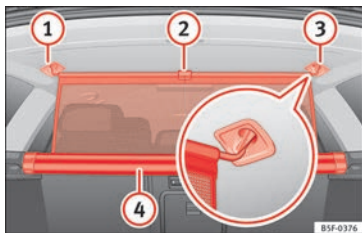

Fig. 167 Nel bagagliaio: agganciare la rete divisoria.
- Tirare verso l'alto la linguetta » **fig. 167** (2) per estrarre la rete dalla scatola (4)
- Fissare la rete divisoria sul lato destro (3) (immagine ingrandita).
- Fissare la rete divisoria nell'alloggiamento sul lato sinistro (1) tirando la barra.